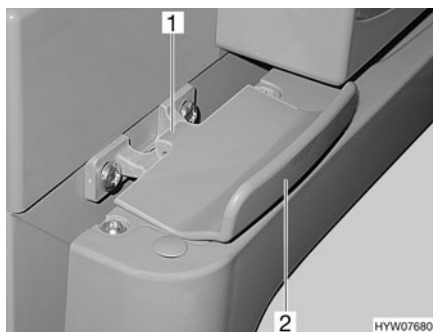

Fig. 138 Bloqueo de la puerta del frigorífico, cerrado (Thetford)
- Abrir la puerta del frigorífico con el tirador (Fig. 138,2). El bloqueo (Fig. 138,1) se abre automáticamente.